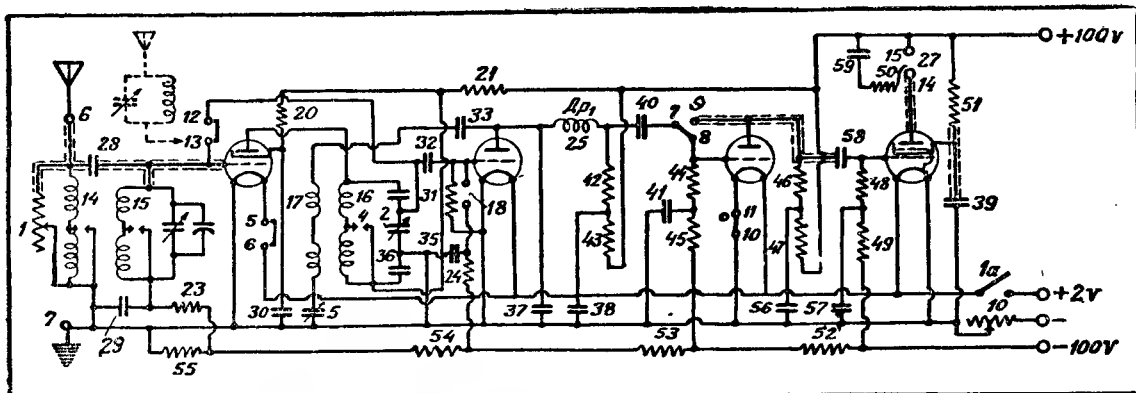
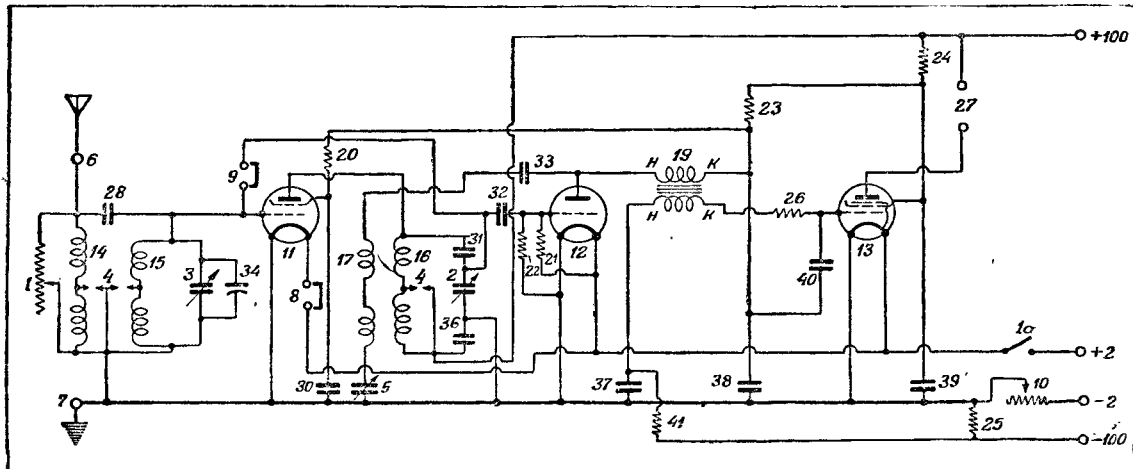

Рис. 1. Схема переделанного приемника
Рис. 2. Схема БИ-234
На рис. 1 приведена принципиальная схема переделанного БИ-234, а на рис. 2 — схема нормального БИ. Как видно из сопоставления этих схем, в основном переделана низкочастотная часть приемника. Вместо переходного трансформатора поставлены переходные емкости (схема усилителя на сопро-
1. 0-V-1, что соответствует положению переключателей, замыкающих контакты 7—9, 12—13 и 14—15 (рис. 1). Контакты 5—6, 10—11 разомкнуты.
Для лучшей отстройки можно рекомендовать применение фильтра-пробки. Схема фильтра-пробки и его присоединения к приемнику БИ-234 показана пунктиром на рис. 1. Данные фильтра-пробки помещены в „Радиофронте“ № 8 — в статье „Переделка БЧЗ“ и в технической консультации на стр. 60.